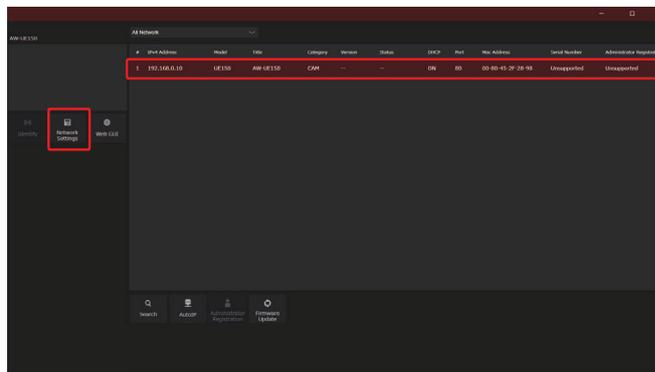

図2
- 3 設定するカメラを選択し、[Network Settings] ボタンをクリックする。(図2)